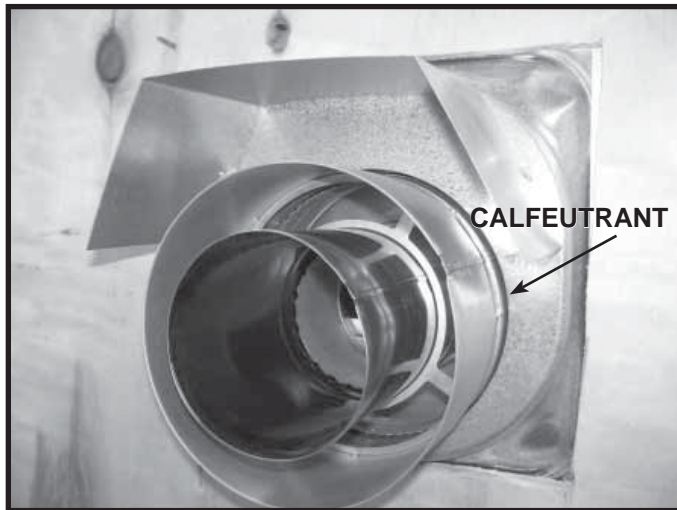

Figure 6.1. Pare-feu – Vue extérieure
1. Scellez le pare-feu à l'intérieur et l'extérieur en appliquant sur le périmètre, un calfeutrant avec un degré minimum d'exposition continu de 150 °C (300 °F). Voir les figures 6.1 et 6.2.